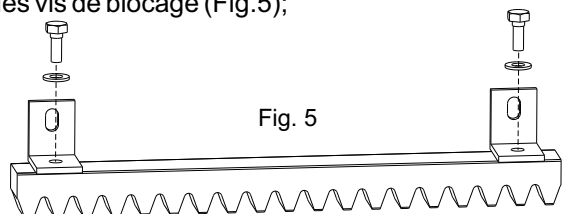

Fig. 5
5.2. fixer à chaque élément de la crémaillère les supports à L à l'aide des vis de blocage (Fig. 5);